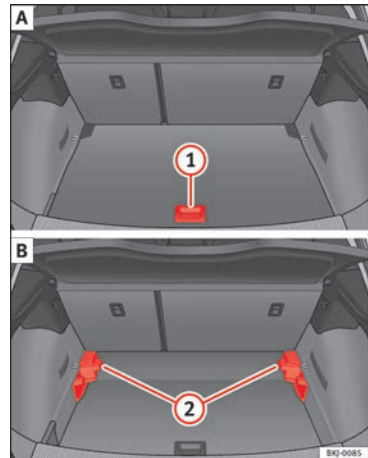

Abb. 163 Variabler Gepäckraumboden: **A** Hochstellung; **B** Tiefstellung.
- Heben Sie den Boden am Haltegriff » **Abb. 163** ① an und ziehen Sie ihn nach hinten, bis der vordere Teil des Bodens vollständig über den Trägern ② liegt.
- Bewegen Sie den Boden darauf nun nach vorn bis an die Rücksitzlehnen heran und senken Sie den Boden mit dem Haltegriff ① ab.